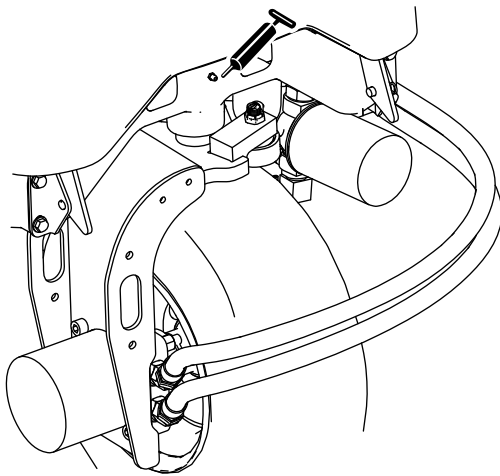

Figura 35
- Pivote de dirección (**Figura 35**)